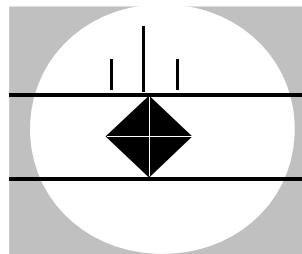

Figure 5-12 Bewegung der unteren dünnen Linie zur unteren Spitze
9. Drehen Sie die Mikrometerschraube bis die untere dünne Linie sich nach unten in Richtung der gegenüberliegenden Spitze des Eindrucks bewegt, wie Abbildung 5-12 verdeutlicht.